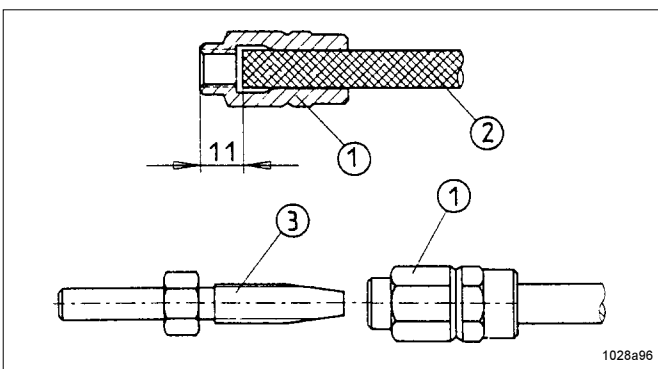

Abb. 40 - Vormontage der Schraubhülsen und Schlauchstutzen auf die Hauptleitung
* Schraubhülse 1, Abb. 40, linksdrehend auf den Hochdruckkunststoffschlauch 2 drehen, bis das gezeigte Maß von 11mm erreicht ist. Danach den Schlauchstutzen 3 in die Schraubhülse 1 einschrauben.